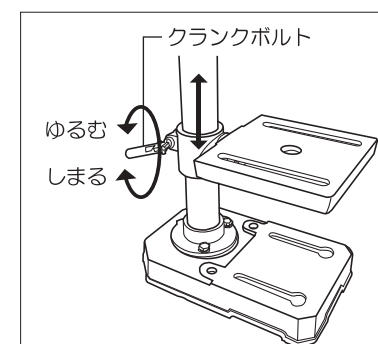

図11
- テーブルをカバーに当たらないまで上げて(図11参照)固定し、テーブルとチャックの間に不用品な角材などを乗せて(※チャックと角材に隙間を作ってください。)切り込みハンドルを回してチャックを2~3回軽く突いて本固定してください。
■テーブルの高さ調整(図11参照)